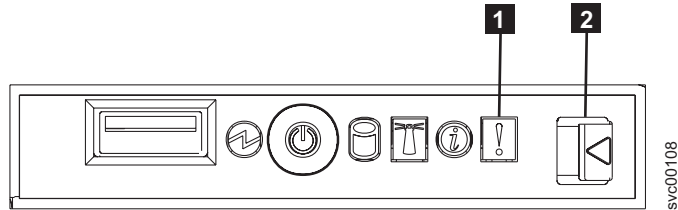

図 170. オペレーター情報パネル
4. オペレーター・パネル・リリース・ラッチ (図 170 の **2**) を押して、オペレーター情報パネルを SAN ボリューム・コントローラー 2145-8F2 からスライドさせます。